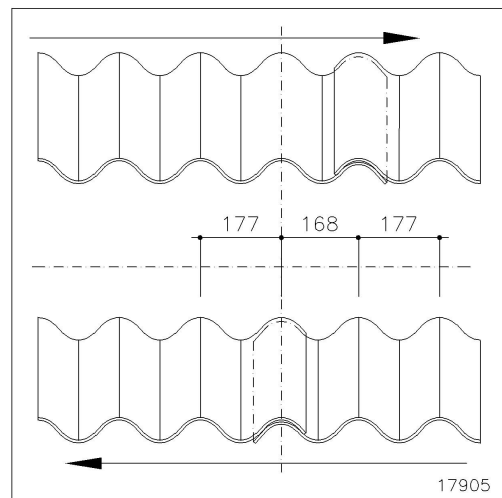

Fig. 21: Positie van de ECOLOR EXTRA golfplaten bij het plaatsen van de G-nokstukken
- bij de golfplaten ECOLOR EXTRA moeten de aslijnen van de golftoppen op beide dakvlakken in elkaars verlengde liggen en de pas van 168 in dezelfde lijn (Fig. 21).